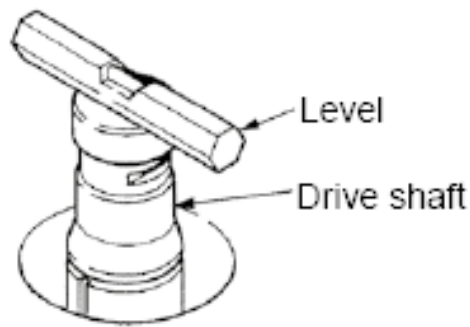

Figure 39 Placement de niveau
3. Placer le niveau à bulle sur le haut de l'arbre d'entraînement de la chambre de rotor. Figure 39 Placement de niveau). Tourner les quatre vis de réglage jusqu'à ce que la bulle indique que l'appareil est de niveau.